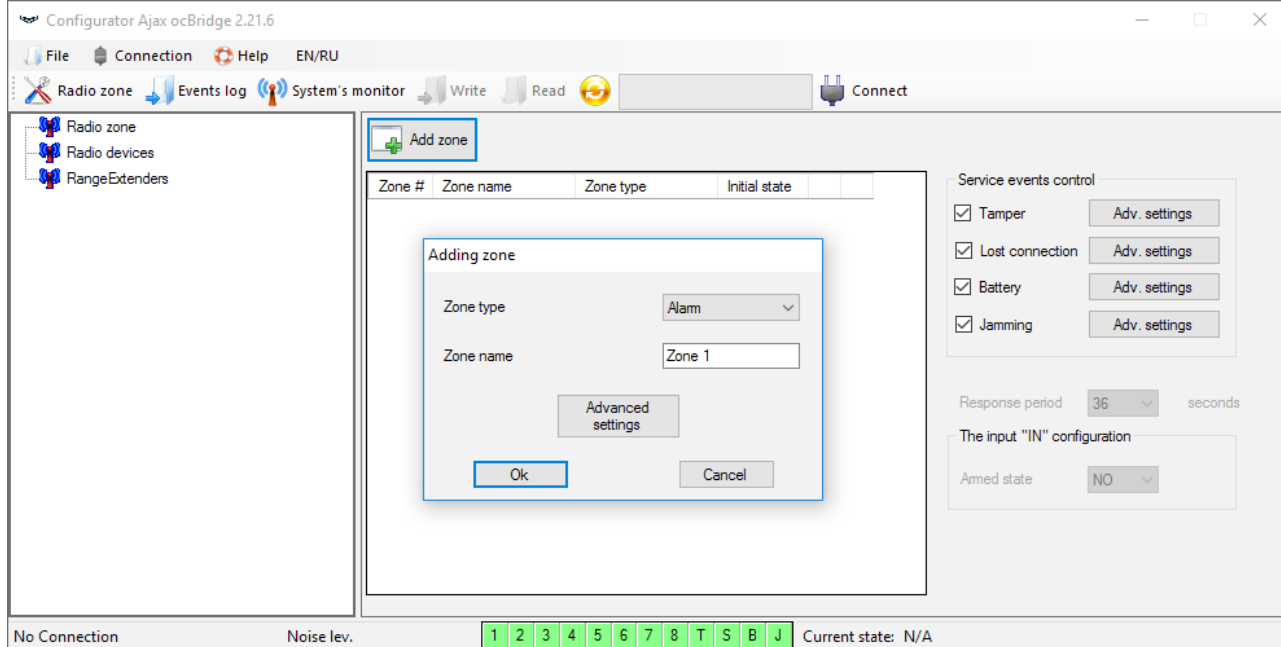

Imagen 3. Agregar una zona
2. Todos los dispositivos que deseas conectar al ocBridge Plus deben registrarse con la ayuda del «**Ajax ocBridge Plus configurator**». Para registrar los sensores, es necesario crear zonas de radio en el configurador en caso de que no se haya hecho antes. Para hacer esto, seleccione la "**Zona de radio**" y haga clic en el botón "**Agregar zona**" (Imagen 3).